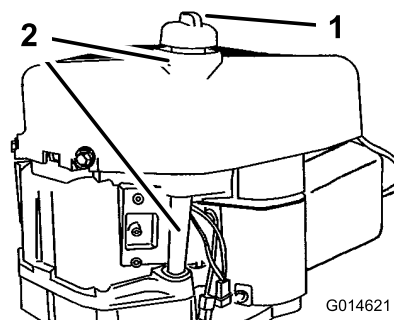

Bild 34
2. Reinigen Sie den Bereich um den Ölpeilstab (Bild 34), damit kein Schmutz in den Einfüllstutzen gelangen und den Motor beschädigen kann.
- Reinigen Sie den Bereich um den Peilstab und drehen den Verschlussdeckel ab (Bild 34).
- Gießen Sie ca. 80 % der angegebenen Ölmenge langsam in den Einfüllstutzen (Bild 34).